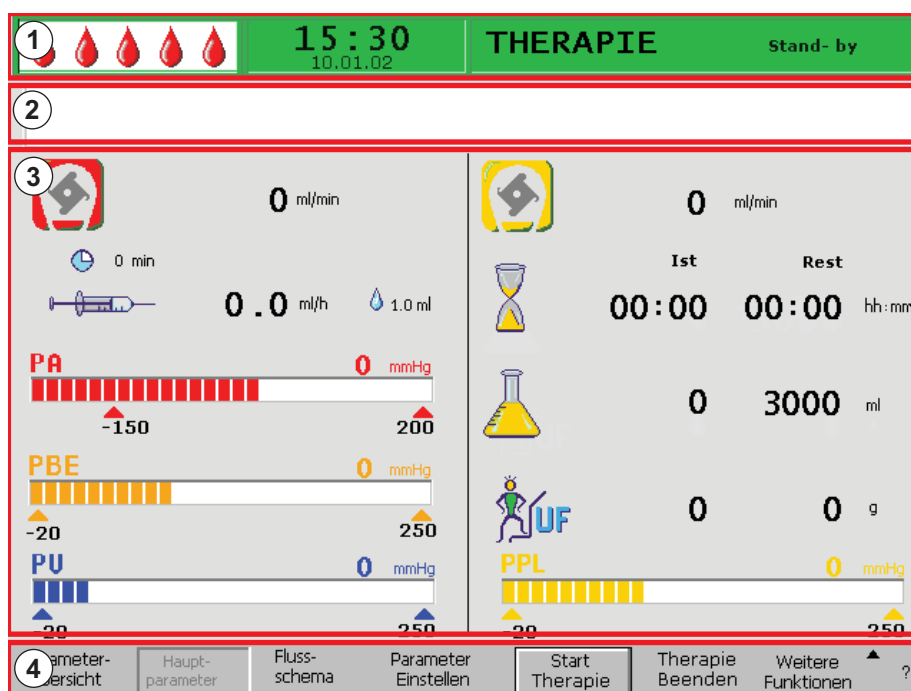

Abb. 3-10 Bildschirmaufbau
Die **Statuszeile** (Abb. 3-10, ①) zeigt an:
Beim Auftreten eines Alarms wechselt die Bildschirmdarstellung automatisch in das *Flussschema*. In der *Alarm-/Hinweiszeile* (Abb. 3-10, ② ) wird eine entsprechende Nachricht angezeigt.